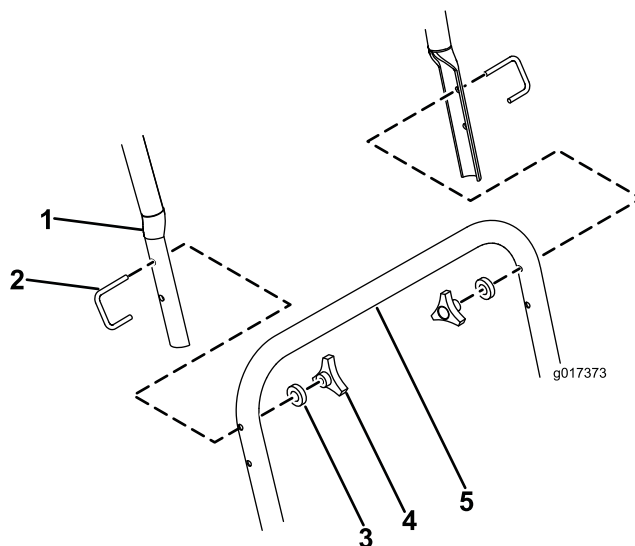

Рисунок 4
5. Соедините верхнюю рукоятку к нижней рукоятке, закрепив с каждой стороны, для этого используйте U-образный болт, шайбу М6 и маховичок (Рисунок 4).